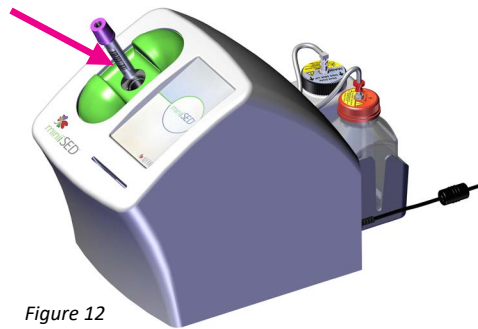

Figure 12
1. Insérer le tube primaire fermé, le code-barres tourné vers le bas, dans le port de chargement de l'analyseur, comme indiqué (figure 12).